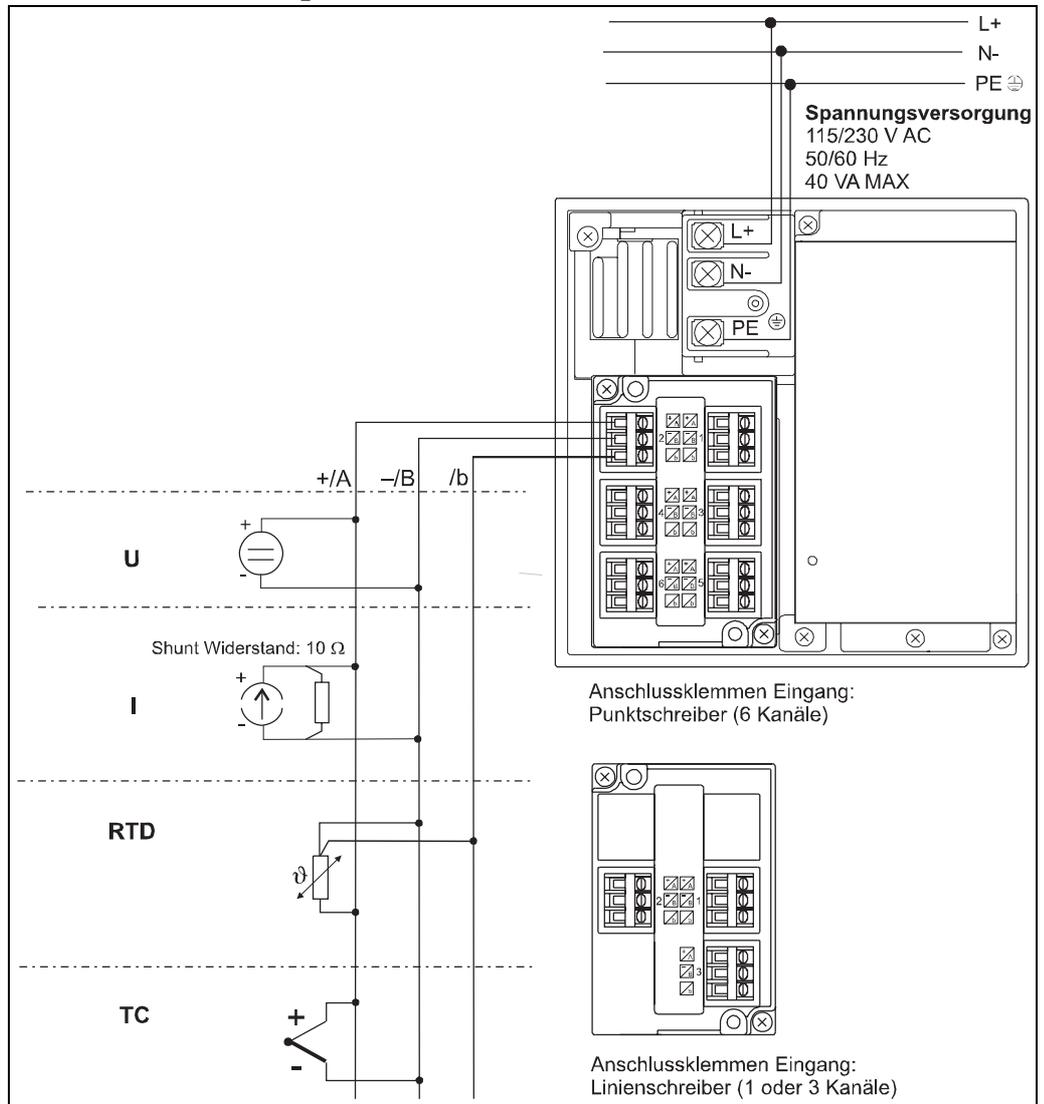

Abb. 8: Verdrahtung - Übersicht
2. Schließen Sie die Signalleitungen an die Klemmen an (→ Abb. 8).